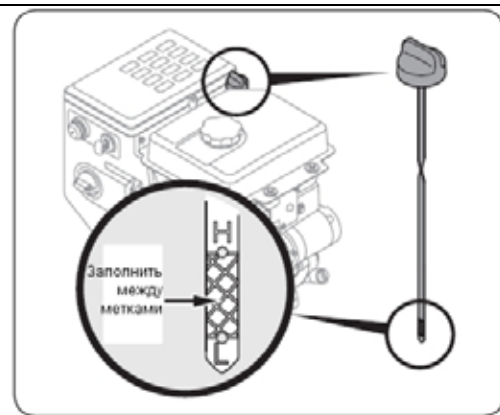

Рис. 11
- Сохранять уровень масла между метками H и L на масляном щупе (См. Рис.11).
1. Отверните маслоразливную крышку и извлеките масляный щуп из маслоразливной горловины, протрите его (См. Рис.11).
3. Отверните крышку и извлеките масляный щуп. Если уровень масла низкий, медленно долейте моторное масло (5W30 с минимальным классом SF/SG) до тех пор, пока уровень масла не будет находиться между метками на щупе — высокий (H) и низкий (L) (См. Рис.11).